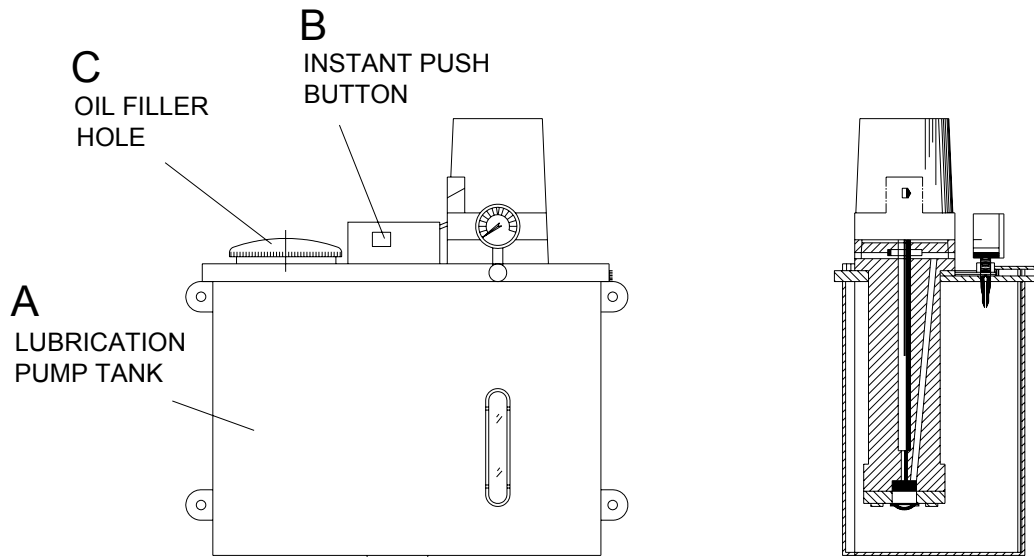

FIG. 7.1 REOILING LUBRICATION PUMP TANK
- A. REOILING TO LUBRICATION PUMP TANK FOR DETAILS ABOUT LUBRICATION PUMP REFER 7.4.2 MAINTENANCE AND ADJUSTMENT OF LUBRICATION PUMP. THE LUBRICATION PUMP TANK ( A ) AS SHOWN IN FIG. 7.1 HAS A CAPACITY OF 4.6 L. WHEN THE POWER SOURCE IS TURNED ON, THE PUMP AUTOMATICALLY STARTS AND DELIVERS OIL TO THE SPEED REDUCTION GEARINGS. THE PUMP IS ADJUSTED BY US AT SHIPPING TO DELIVER OIL AT A RATE OF 6 CC FOR EVERY 10 MIN.